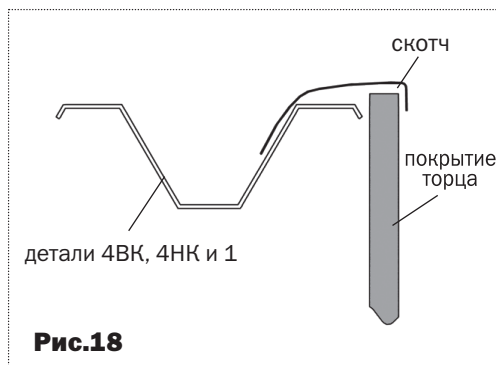

Рис.18
- Подровняйте ножом куски покрытия по дугам **4НК** и **4ВК** и детали **1**, а затем закройте полученный срез скотчем в соответствии с **рис.18**.